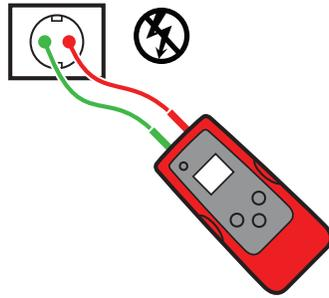

Abbildung 3.5a
3. Schließen Sie rote und grüne Messleitung an Außenleiter und Neutralleiter derselben Steckdose oder desselben Kabels an (siehe Abbildung 3.5a).*